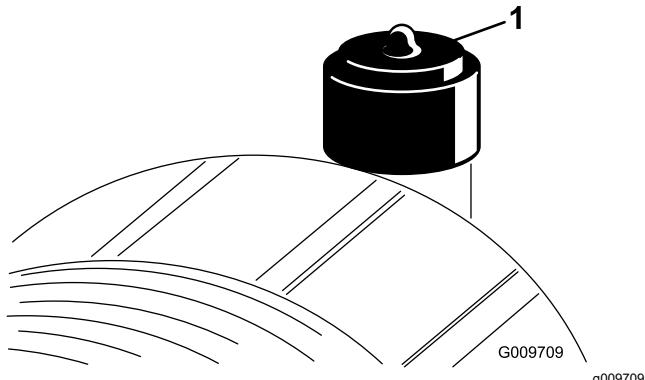

Figure 53
Faites l'entretien du filtre à air uniquement quand l'indicateur de colmatage (Figure 53) indique que cela est nécessaire. Changer le filtre à air prématûrement ne fait qu'accroître le risque de contamination du moteur par des impuretés quand le filtre est déposé.
2. Réarmez l'indicateur de colmatage (Figure 53) s'il est rouge.